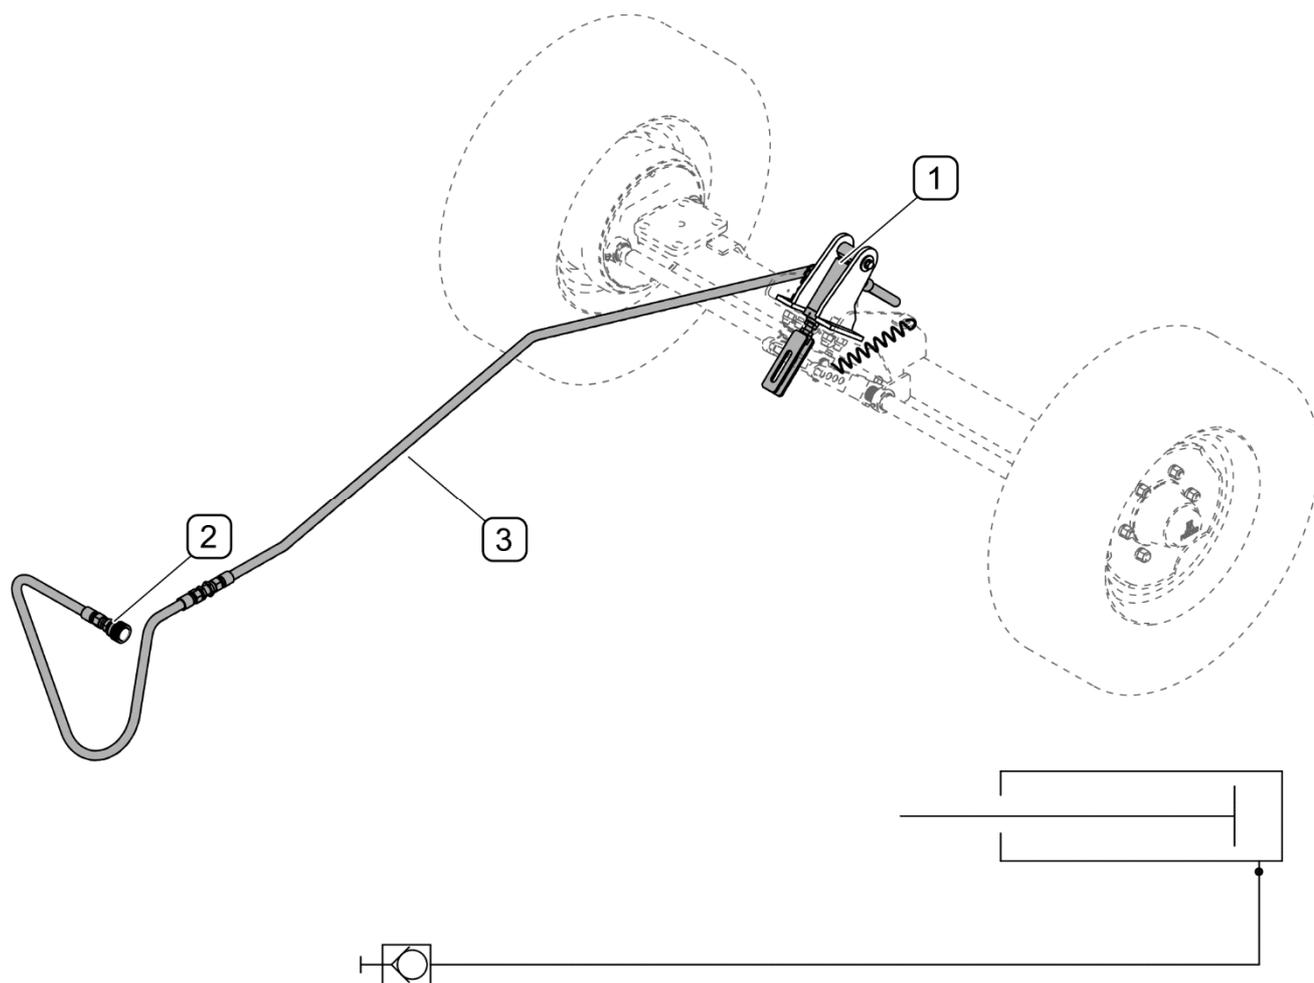

РИСУНОК 3.5 Устройство гидравлической тормозной системы (опция)
(1) - гидроцилиндр; (2) - быстросъемное соединение; (3) - гидропровод
Опционально подметально-уборочная машина может оснащаться гидравлической тормозной системой (РИСУНОК 3.5), состоящей из гидроцилиндра (1), быстросъемного соединения (2) и гидропровода (3).